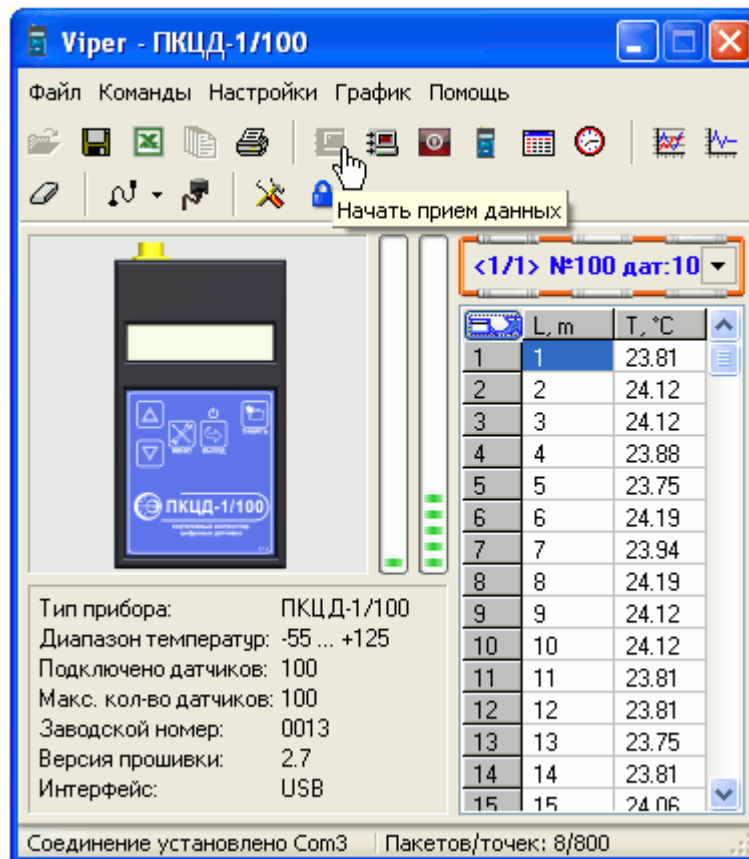

Рисунок 3 – Основное окно программы Viper.exe
2.5.5 Запустите программу Viper. Во время запуска происходит сканирование портов ПК и поиск контроллера. Если контроллер найден, то на дисплей ПК выведется основное окно программы с характеристиками контроллера (рисунок 3), в противном случае выведется сообщение "Прибор не обнаружен".